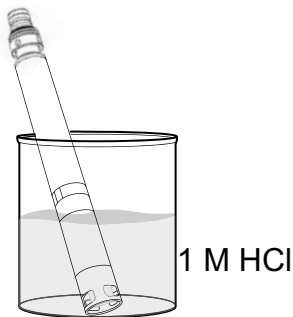

Figure 73 Nettoyage du pH et de l'eau Sonde pH/rH avec acide chlorhydrique
1. Plongez le capteur pendant 30 à 60 minutes dans une mole (1 M) d'acide chlorhydrique (HCl) (Figure 73). Le réactif HCl peut être acheté chez la plupart des distributeurs de produits chimiques ou de fournitures de laboratoire. Pour éviter les blessures, suivez soigneusement les consignes du fabricant de l'acide. Si vous ne disposez pas d'HCl, trempez le capteur dans du vinaigre blanc.